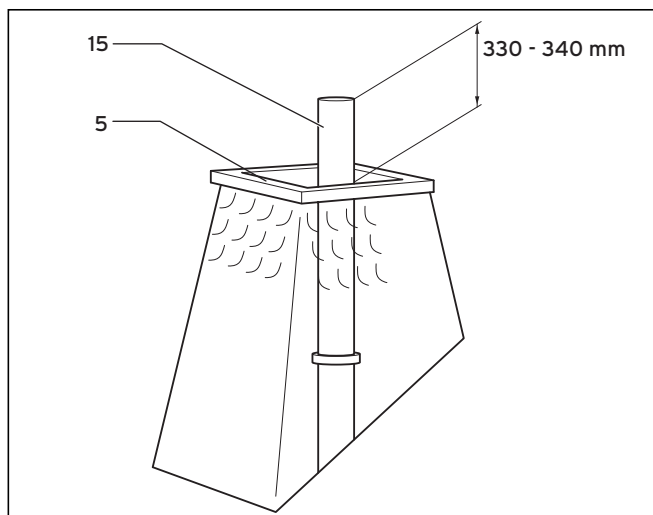

Рис. 5.50 Укорачивание трубы из нержавеющей стали
- Укоротите трубу из нержавеющей стали (15) согласно рис. 5.50.
- Вставьте трубу из нержавеющей стали (15) в соединительную деталь (3).